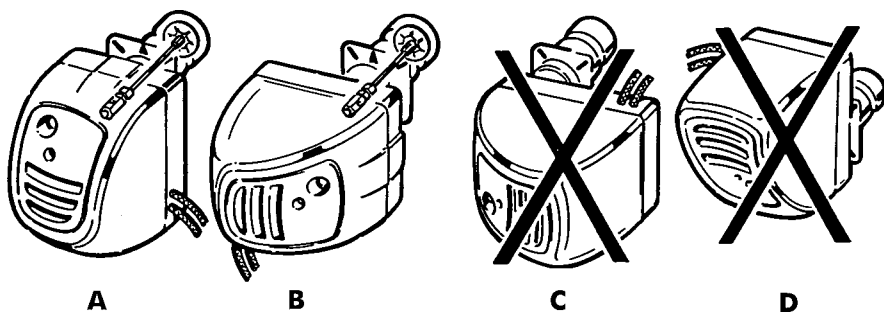

Fig. 11
Après avoir préparé la partie frontale du générateur de chaleur en respectant les dimensions du gabarit de raccordement indiquées à la figure 2, il faut fixer la plaque de raccord du brûleur (8) avec les deux vis inférieures en n'oubliant pas d'interposer le joint isolant en dotation. Installer le brûleur sur la plaque de raccord et le positionner comme indiqué à la figure 11 (détails A et B).